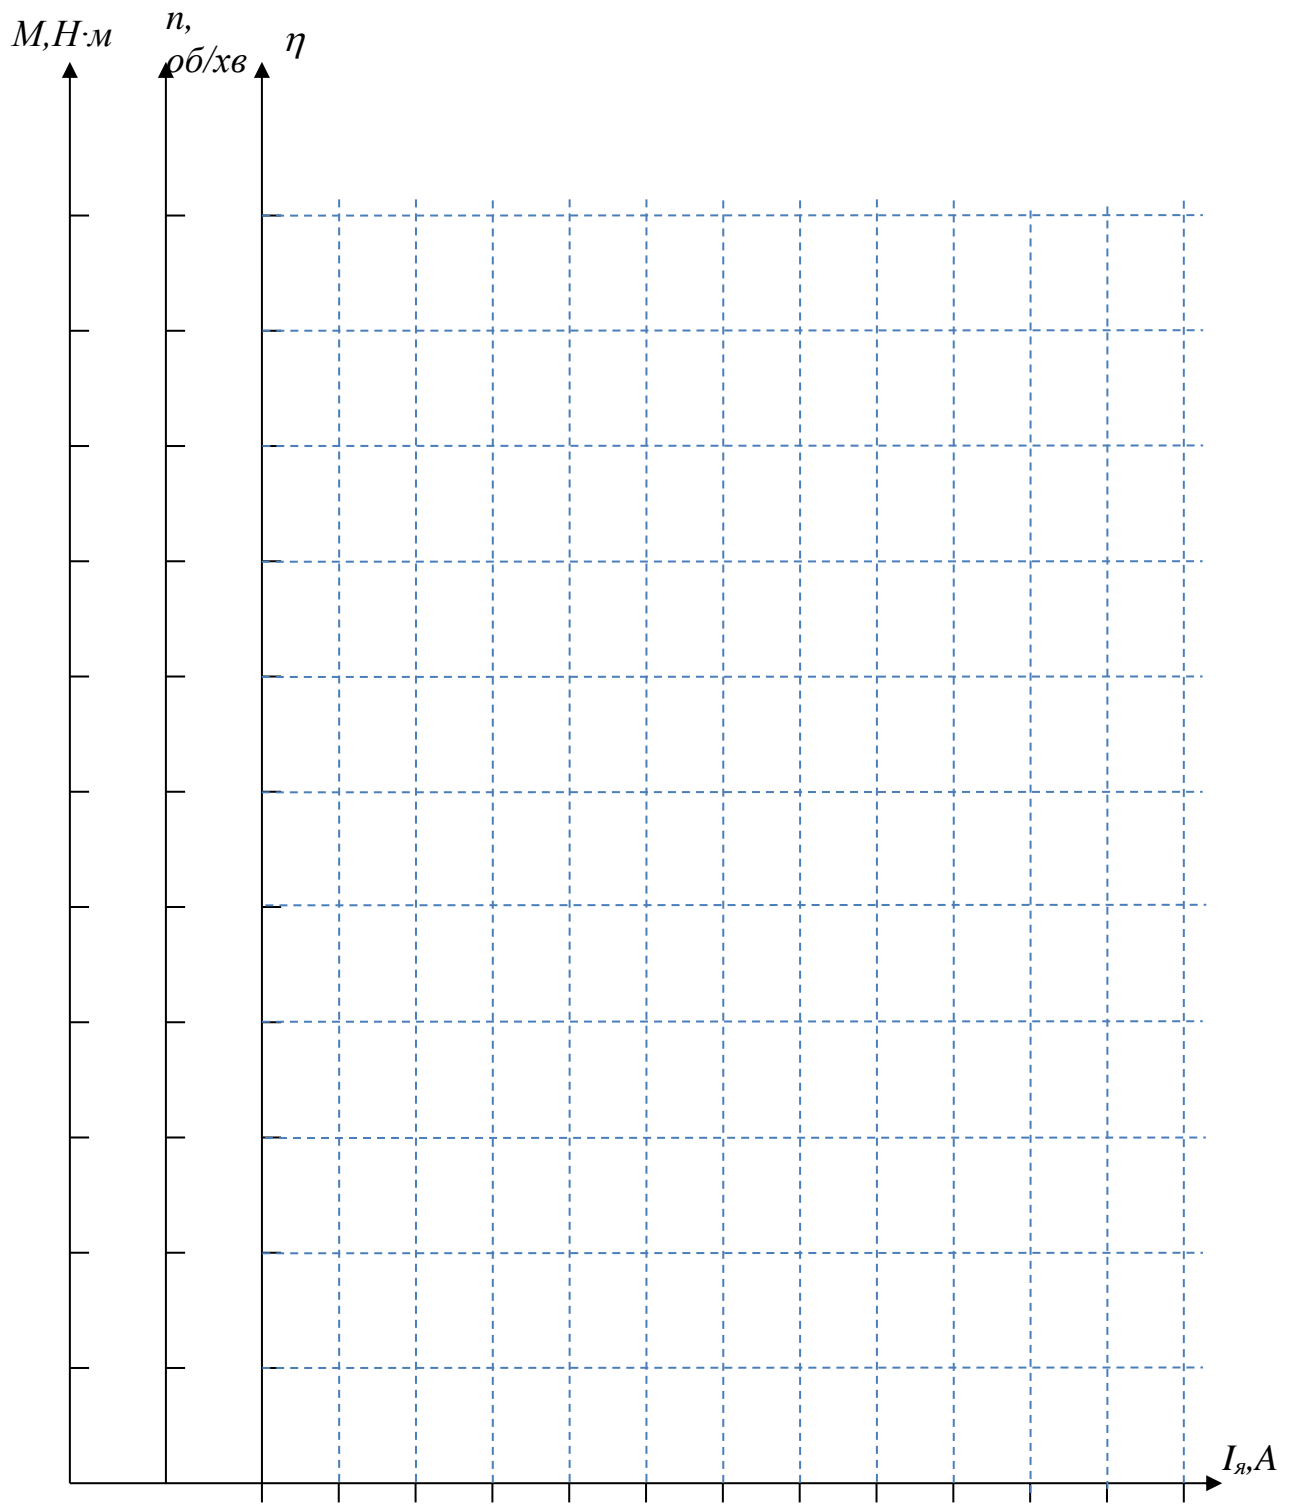

Рисунок 2 – Характеристики двигуна
Отже графік $M=f_1(I_я)$ будуємо по двох точках (рисунок 2):
Графік $n=f_2(I_я)$ будуємо також по двох точках (рисунок 2):
21. Побудова графіка $\eta=f_3(I_я)$ (рисунок 2).
22. Будуємо графік (рисунок 2) залежностей характеристик двигуна в загальній системі координатних осей ($M = f_1(I_я)$; $n = f_2(I_я)$; $\eta = f_3(I_я)$).